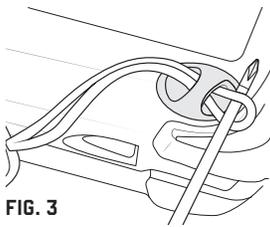

FIG. 3
- If necessary, use a small screwdriver or hex key to help thread the loop attachment through the captive hole on the barcode scanner [fig. 3]
- Si es necesario, utilice un destornillador pequeño o una llave hexagonal para pasar el lazo por el orificio de sujeción del escáner [fig. 3].
- Si nécessaire, utilisez un petit tournevis ou une clé hexagonale pour vous aider à faire passer la boucle d'attache souple à travers le trou captif du lecteur de code-barres [fig. 3]